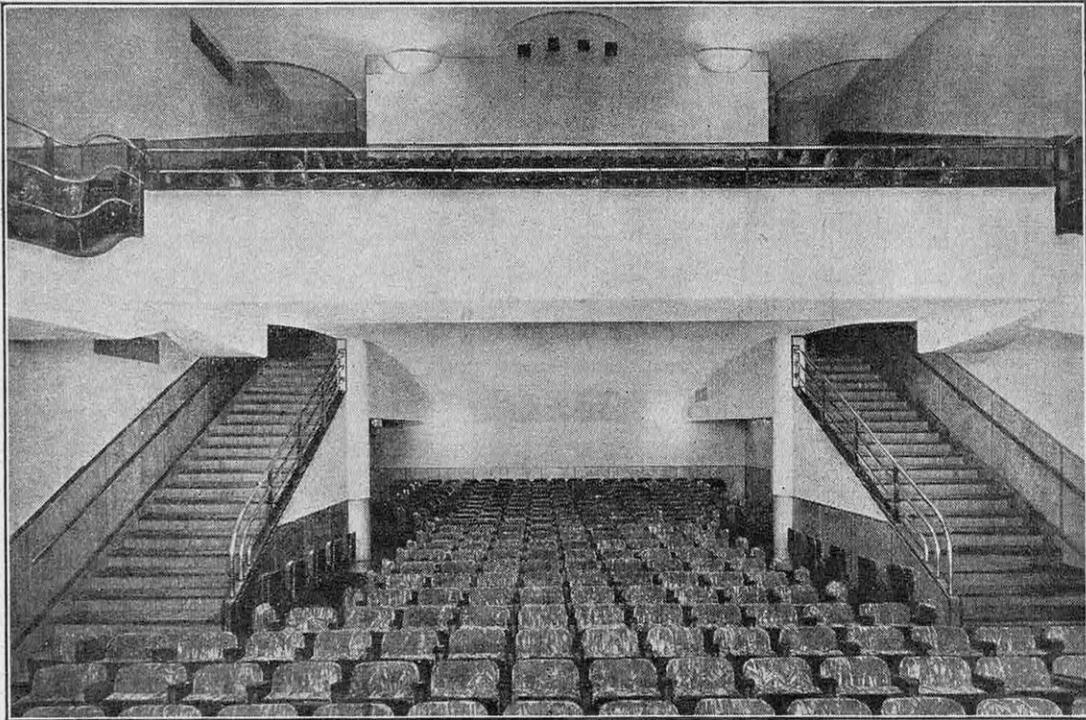

FIG. 6. — UNE SALLE EXPONENTIELLE VUE DE FACE
Le problème *intérieur*, qui consiste à faire entendre parfaitement les spectateurs, peut donc se résoudre sans difficultés majeures. Il est regrettable de constater que la plupart des salles nouvelles ne sont pas établies selon cette règle. Nous reproduisons figure 6 la photographie d'une petite salle parisienne qui n'a guère plus de 500 places et qui, du point de vue sonore, est absolument parfaite. Equipée avec les appareils dits « *Wide-Range* » (1), son plafond conti-